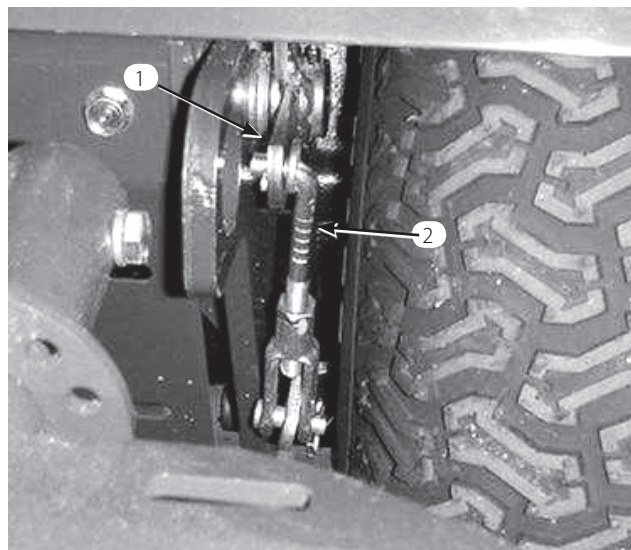

図 59
3. クレビスのジャムナットをゆるめる。クレビスの上部を上ブレーキ・レバー (図59) に固定しているコッターピンを外す。クレビスを 1 回転ずつ回して、レバー間の距離を小さくする。